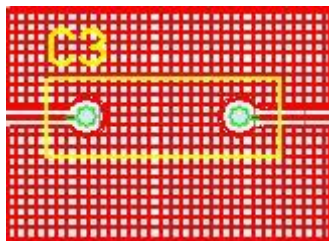
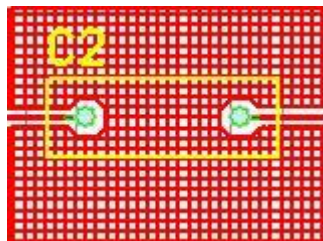

图 7-10 圆周环绕方式
图 7-11 八角形环绕方式
- Surround Pads With 复选项：用于设置敷铜环绕焊盘的方式。有两种方式可供选择：Arcs（圆周环绕）方式和 Octagons（八角形环绕）方式。两种环绕方式分别如图 7-10 和图 7-11 所示。